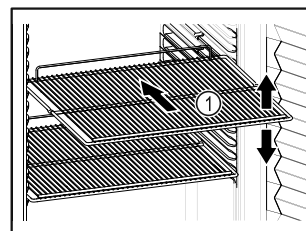

Fig. 50 Példaként szolgáló ábrázolás
- Ha a tárolórácsok Fig. 50 (1) áthelyezhetők, akkor igazítsa be őket a kívánt magasságnak megfelelően.